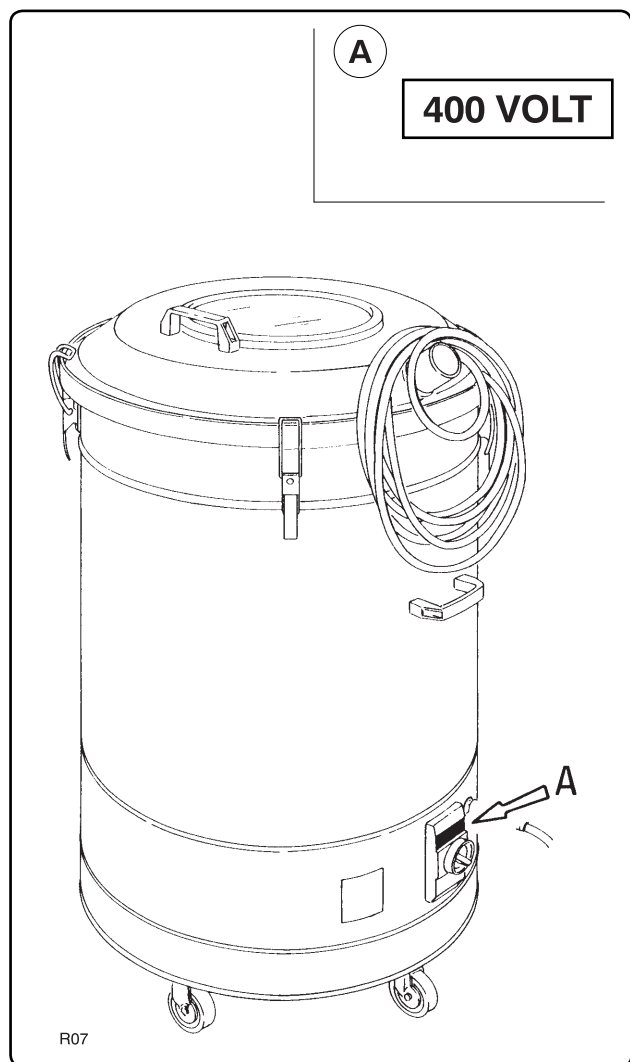

Fig. 3.2.1
3.2 - Placas de aviso (fig. 3.2.1)